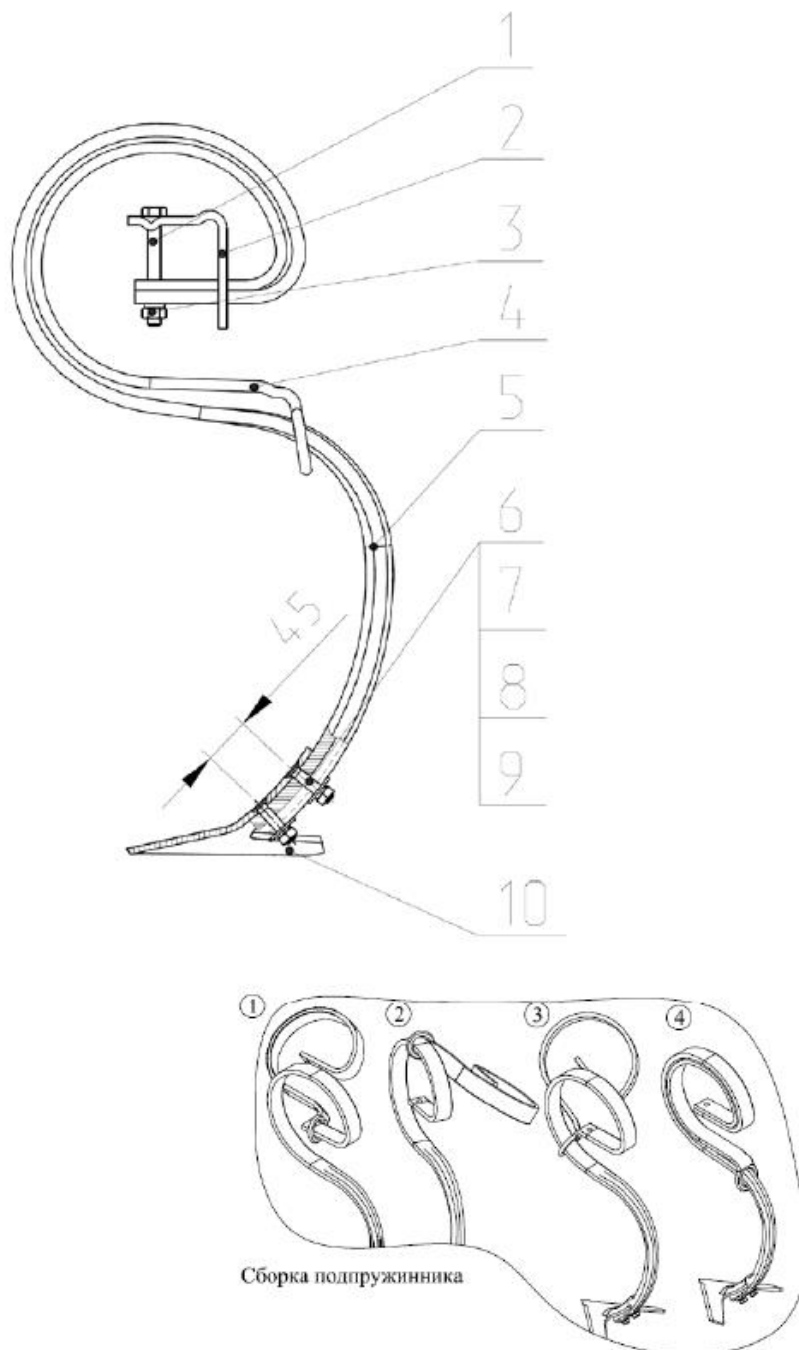

Рис. 11.4 Стойка пружинная в сборе.
2.9.1 Стойка пружинная (рис. 11.4) предназначена для выполнения основной технологической операции (подрезание сорных растений с дополнительным рыхлением почвы).